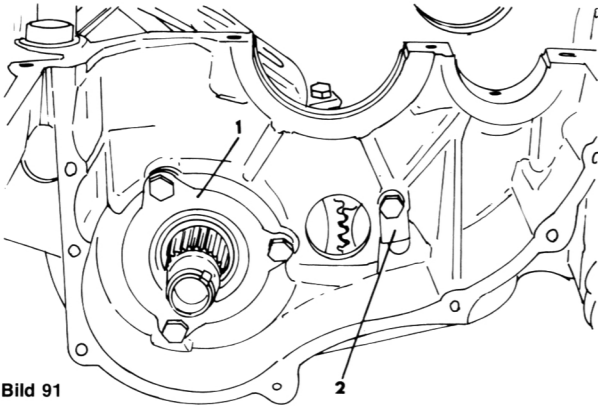

Bild 91
- Unter Bezug auf Bild 91 den Anlasserzwischenzahnradwellenhalter (2) entfernen und die Bolzen des Primärtriebsschwingehalter (1) lösen.